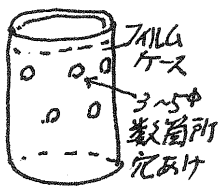

図1
- ① フィルムケースの胴体に電波を感じさせるための穴を数個あける。(図1)